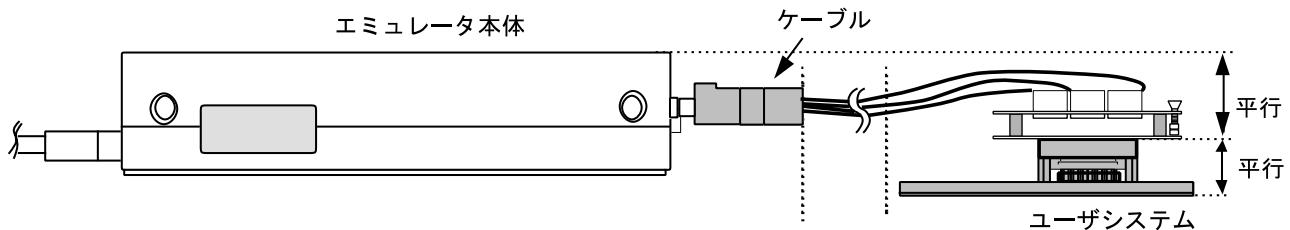

図 10 設置例
- (1) ユーザシステムへの接続時には 1 ピン位置に十分注意して、誤接続は絶対にしないでください。
- (2) 本ユーザシステムインターフェースケーブルを使用する場合の推奨マウントパット寸法は、MCU 実装用マウントパット寸法とは異なりますので注意してください。
- (3) 本ユーザシステムインターフェースケーブルは、HS2148EPI61H エミュレータ専用ですので、他のエミュレータ本体には使用しないでください。
- (4) ケーブル本体部が断線する可能性がありますので、本ユーザシステムインターフェースケーブルの上に重いものや金属等の角の尖ったものを置かないでください。
- (5) ユーザシステムに接続した状態では、ユーザシステムインターフェースケーブル、特にケーブル先端部に無理な力が加わらないように注意する必要があります。図 10 の設置例を参照してご使用ください。